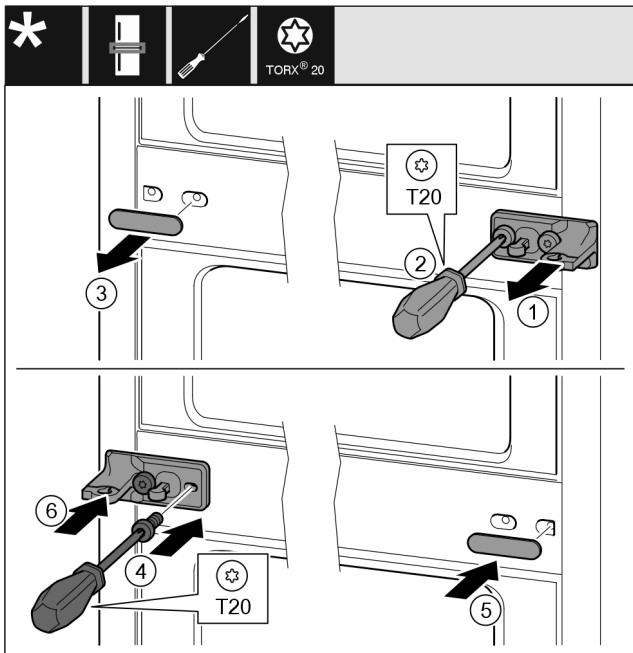

Fig. 10
- ▶ Schijf eraf trekken. Fig. 10 (1)
- ▶ Schroeven met schroevendraaier T20 eruit draaien. Fig. 10 (2)
- ▶ Afdekking voorzichtig eraf trekken. Fig. 10 (3)
- ▶ Lagerbus met folie 180° gedraaid op de andere kant vastschroeven. Fig. 10 (4)
- ▶ Afdekking 180° gedraaid op de andere kant aanbrengen. Fig. 10 (5)
- ▶ Schijf vanaf de voorkant erop schuiven. Fig. 10 (6)